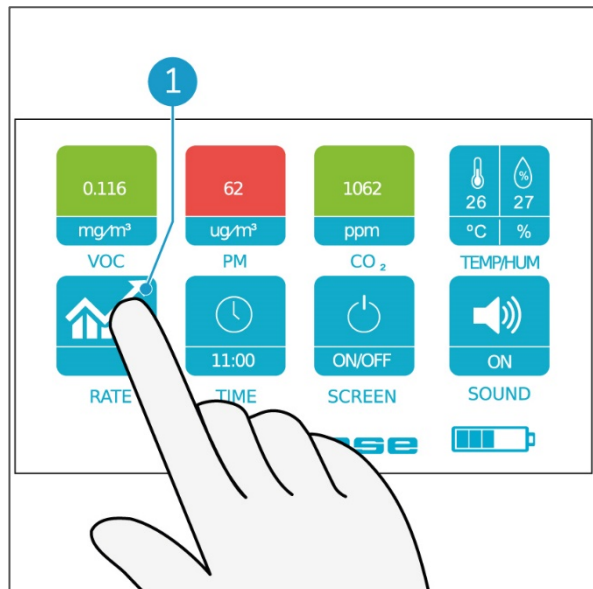

Figura 18
1. Tocca il tasto FREQUENZA (Figura 18, pos 1) con il dito.